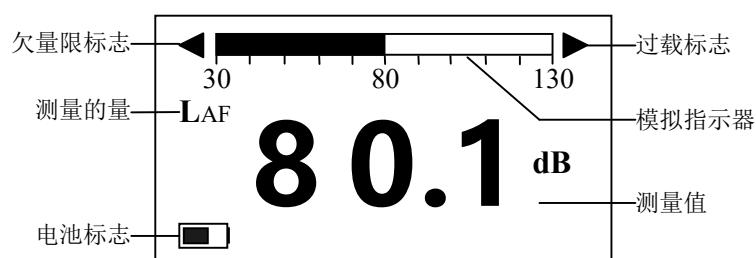

图 8 测量界面
- e) 待声级计预热后, 即可从显示屏上读取测量结果, 见图 8。